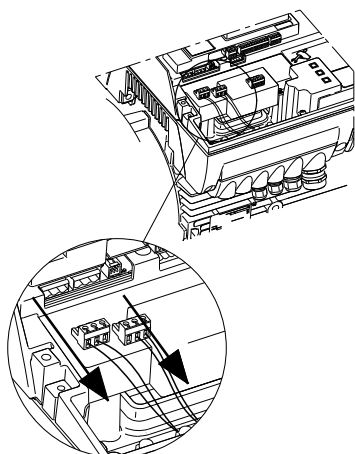

Рис. 57 Снимите вилки с функциональных модулей
2. Если в клеммной коробке установлены функциональные модули, снимите вилки с функциональных модулей. См. рис. 57.